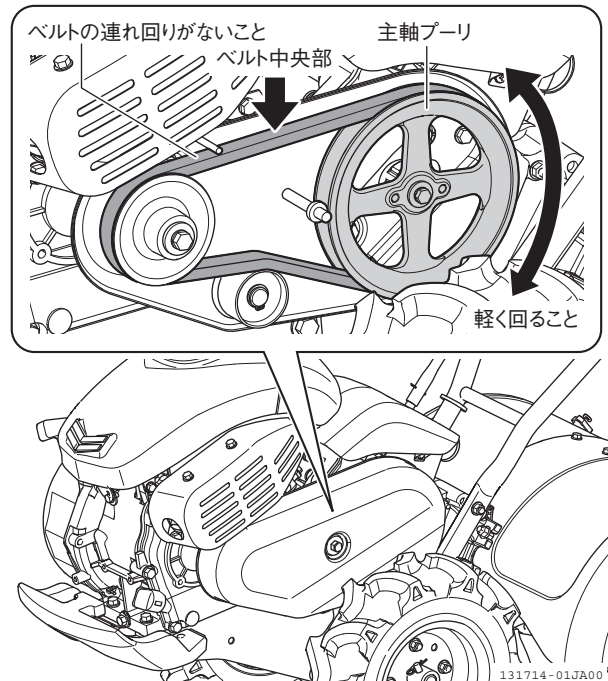

図 4-24 点検のしかた
5. 主クラッチレバー「切」位置、変速レバーを「中立」位置にして、主軸プーリが手で軽く回り、ベルトと主軸プーリの連れ回りがいいことを確認します。(図 4-24)
6. 主クラッチレバー「入」位置で、ベルト中央部を指で押したときのたわみが約10 mmであることを確認します。(図 4-24)